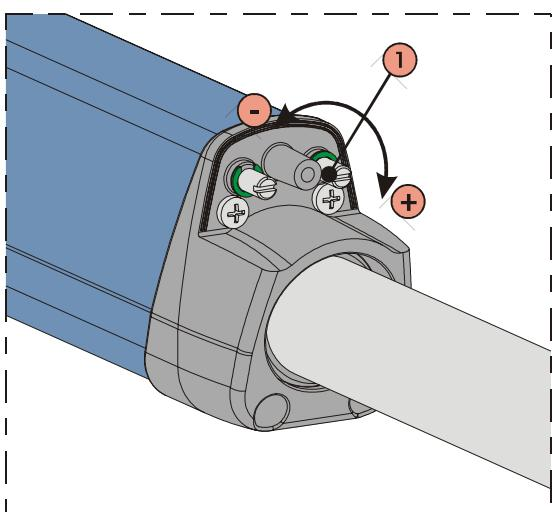

Fig. 21
- 3) Om de eindschakelaar voor **opening FCA** te regelen, draai aan de stelschroef, fig. 21 ref. 1: draai hem tegen de klok in om de slag van de steel te vergroten, of met de klok mee om de slag te verkleinen.